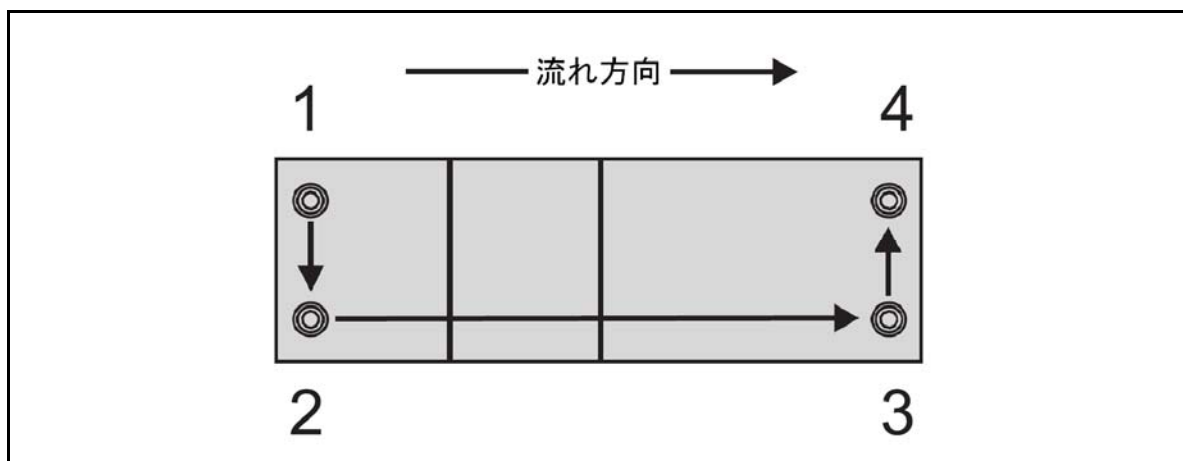

図 2-3 取り付けねじ締め付けパターン
4. トルクレンチとメートルねじ用六角ビットを使用して、表 2-1 に指示されているトルクで、図 2-3 の締め付けパターンでねじを締め付けます。